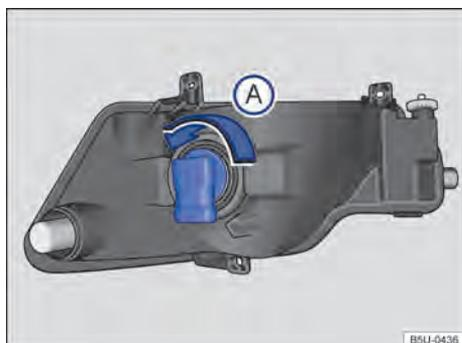

Fig. 153 Detrás del paragolpes delantero: acceso a la lámpara incandescente del faro de neblina.
- 3 Girar el portalámparas → fig. 153, en el sentido antihorario de la flecha **A**, y desencajarlo del alojamiento.